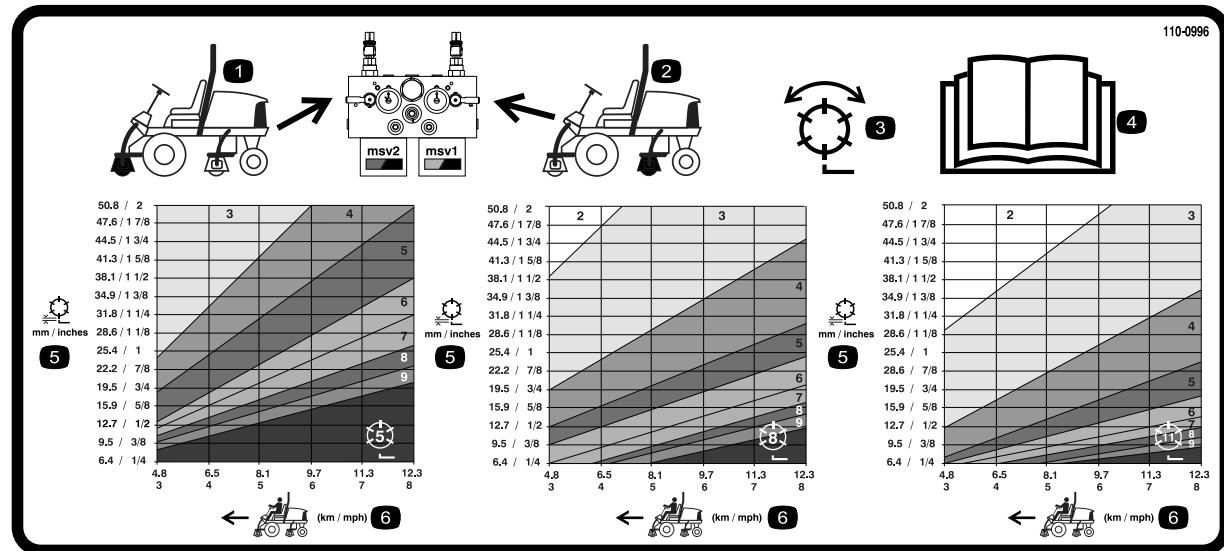
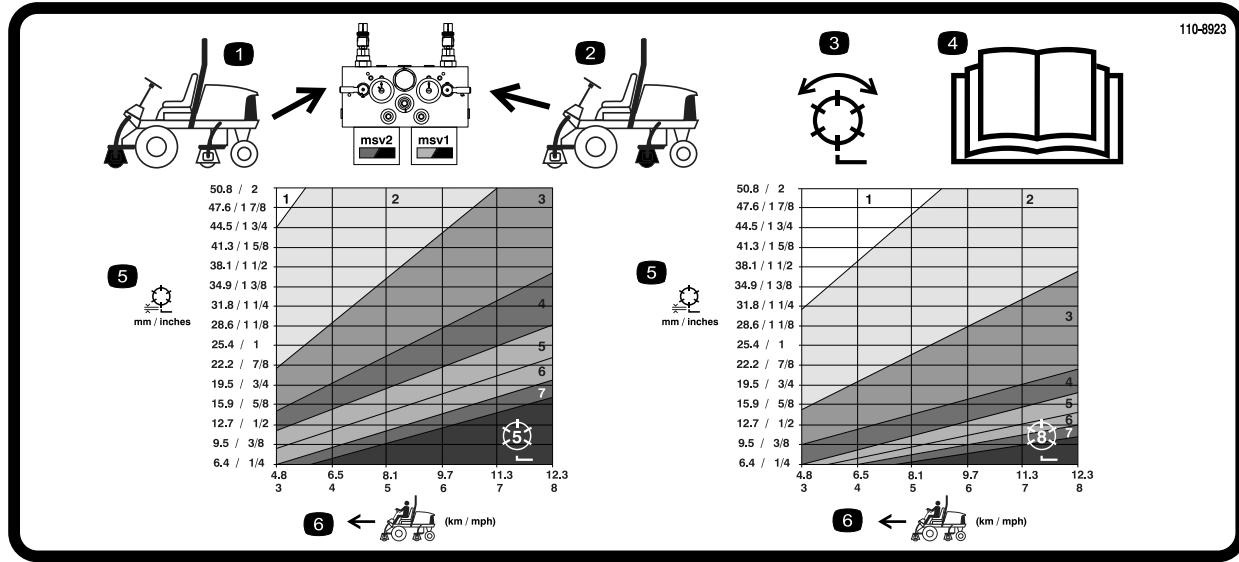

図 38
図 39
3. 使用するチャートを間違えないように注意してください；7インチ・リールのカッティングユニットを使う 5510 と 5610 では、110-0996(図 38)の表を使用し、5インチ・リールのカッティングユニットを使う 5210 と 5410 では、110-8923(図 39)の表を使用します。